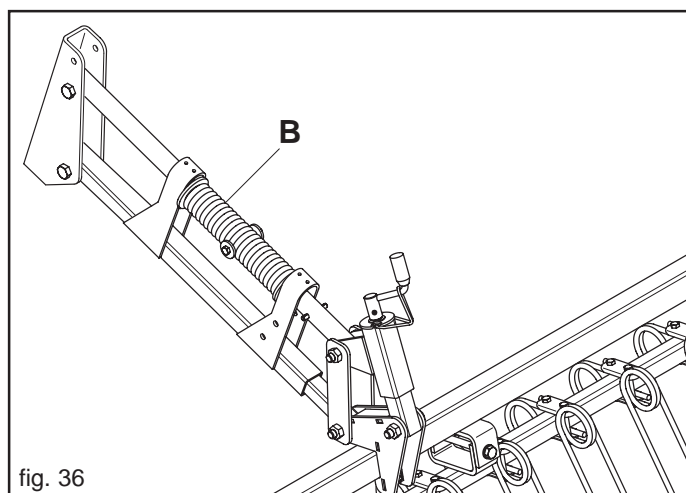

fig. 36
Pour modifier la pression de travail des dents à ressort de la herse recouvre-graines, faire tourner le ressort (B) placé sur le bras parallèle supérieur (Fig. 36).